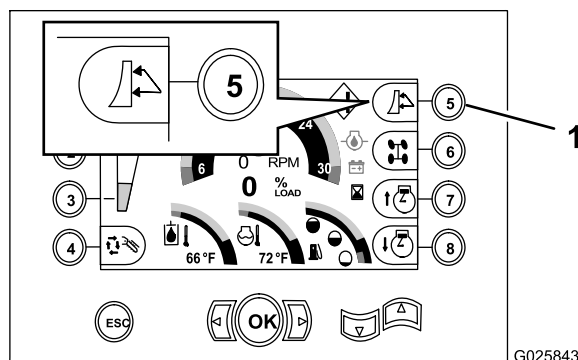

Figura 54
- Acione a função da lâmina de reaterro pressionando o botão 5 na central de comando até aparecer o ícone da lâmina de reaterro (Figura 54).